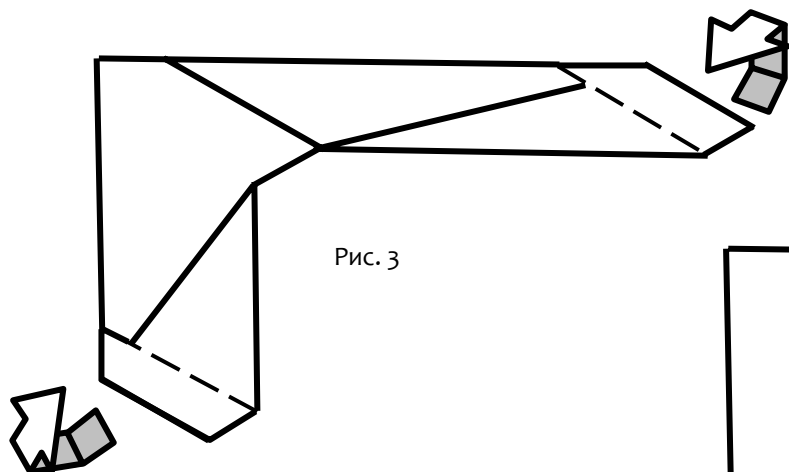

Рис. 3
3. Отогнуть в вертикальное положение боковые части (рис. 3 и 4).